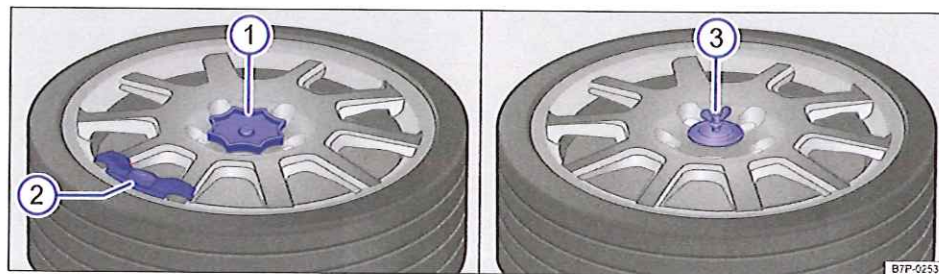

Fig. 246 Sous le plancher de coffre à bagages : roue de secours gonflable avec molette ① et roue de secours gonflable avec vis de fixation et segment d'arrêt ③.
- Retirez la molette → fig. 246 ① située au centre de la roue de secours gonflable et placez-la sur la vis de fixation ②. Dévissez-la ensuite complètement dans le sens inverse des aiguilles d'une montre.
- OU : dévissez complètement la vis de fixation avec le segment d'arrêt ③ dans le sens inverse des aiguilles d'une montre.
- Placez la roue de secours gonflable dans le cuvelage de roue de secours et fixez-la à l'aide de la vis de fixation ② ou ③.
- Placez la molette ① au centre de la roue de secours gonflable → fig. 246.